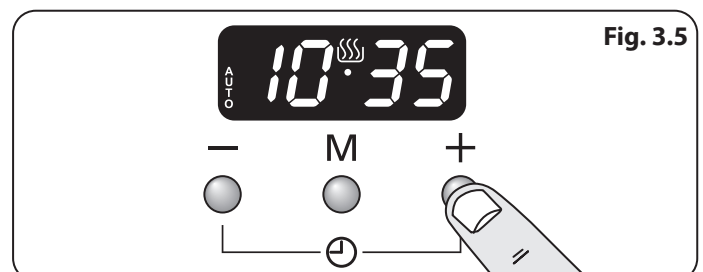

Fig. 3.5
2. Sélectionner l'« heure d'arrêt » à l'aide des boutons [+] ou [-]. L'écran indiquera l'heure ainsi que les symboles AUTO et Cuisson (Fig. 3.5).